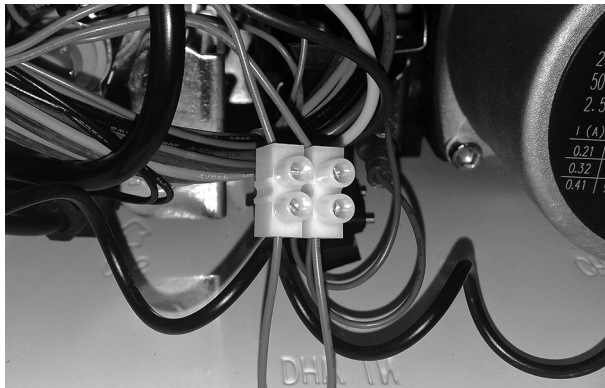

Рис. 7. Доступ к клеммной колодке подключения комнатного термостата
- Устройство ДУ будет поддерживать заданную температуру помещения путём изменения температуры воды в системе отопления. Оно подключается к клеммной колодке (рис. 7) вместо установленной на заводе перемычки.